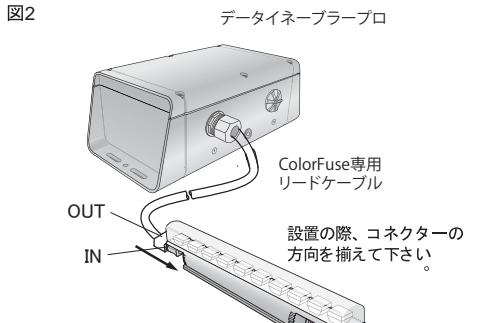

図2
1. ColorFuseの設置の際、灯具のINコネクターがリードケーブル(OUTコネクター)と接続されるよう、設置の方向を確認して下さい。(図2参照)
4. 各系統の末端の灯具には、専用リードケーブルに付属の終端コネクターを接続して下さい。(図2参照)